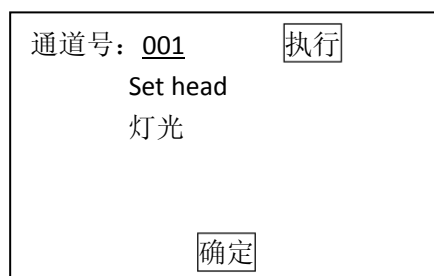

图 8-1
- 5) 输入通道号 001，点击【执行】按钮。如图 8-1；